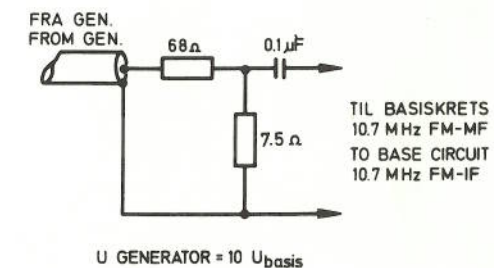

Fig. 3.21 AC - Spenningsdeler
Signal: $U_{in} = 6 \mu\text{V}/75 \Omega$, $f = 10.7 \text{ MHz}$, $\text{dev.} = \pm 200 \text{ kHz}$ tilført (applied) M2 via 0.1 μ F (Fig. 3.21).
(2)	U_{in} tilført M2, 3, 4 eller 5 via spenningsdeleren på fig. 3.21. Merk! Spenning på skjema angir generatorspenning. $f = 10.7 \text{ MHz}$, $dev. = \pm 22.5 \text{ kHz}$. $U_{out} = 6.0 \text{ mV}$ ubelastet (3.5 mV belastet med $47 \text{ k}\Omega$) på M20 eller 12 mV på M8.
(3)	Referansespenning etter detektor (U_{in} tilført M2, 3, 4 eller 5).
(4)	Referansespenning etter FM dekode/dekode-ekv. (U_{in} tilført M2, 3, 4 eller 5).
(5)	Referansespenning på diodeuttak ubelastet og belastet med $R = 47 \text{ k}\Omega$. (U_{in} tilført M2, 3, 4 eller 5).
(2)	U_{in} applied to M2, 3, 4 or 5 via voltage divider on Fig. 3.21. Note! The voltage on circuit diagram refers to generator voltage. $f = 10.7 \text{ MHz}$, $dev. = \pm 22.5 \text{ kHz}$. $U_{out} = 6.0 \text{ mV}$ unloaded (3.5 mV loaded with $47 \text{ k}\Omega$) at M20 or 12 mV at M8.
(3)	Reference voltage after the FM - detector (U_{in} applied to M2, 3, 4 or 5).
(4)	Reference voltage after the FM - decoder/decoder equivalent. (U_{in} applied to M2, 3, 4 or 5).
(5)	Reference voltage at Tape or Aux output unloaded and loaded with $R = 47 \text{ k}\Omega$ (U_{in} applied to M2, 3, 4 or 5).